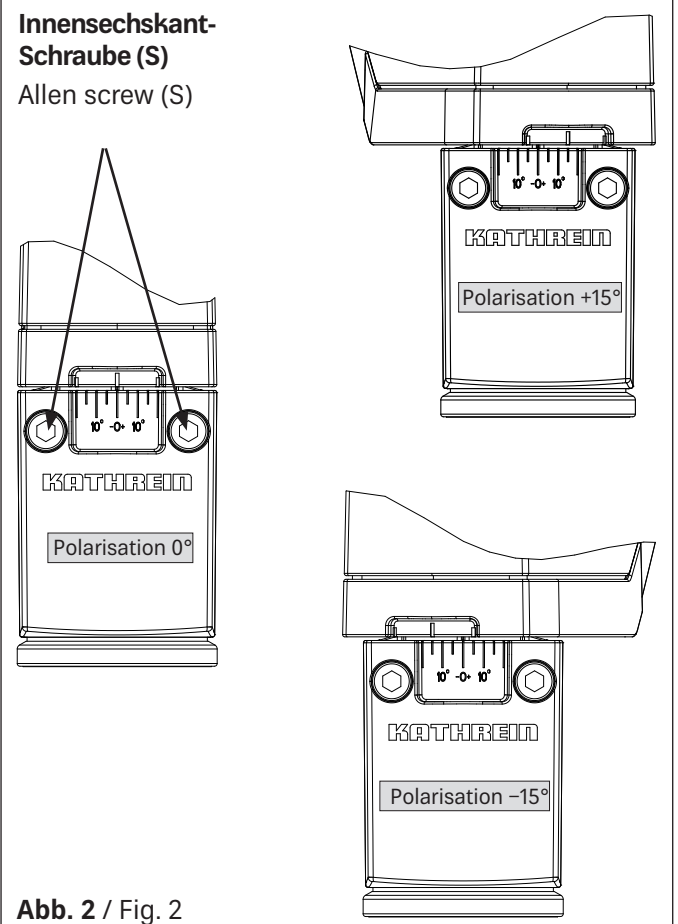

Abb. 2 / Fig. 2
### Polarisations-Voreinstellung (Abb. 2)
1. Beide Innensechskant-Schrauben (S) lockern.
2. Durch Drehen des Speisesystems die Referenzmarke auf den Wert lt. Polarisations-Voreinstellungstabelle einstellen (siehe Abb. 2)
3. Die Innensechskant-Schrauben (S) gleichmäßig im Wechsel festziehen. Anzugsdrehmoment: Max. 4,5 Nm
### Setting the polarisation (Fig. 2)
1. Loosen both Allen screws (S).
2. Turn the feed system to set the reference mark to the value given in the polarisation pre-setting table. (see fig. 2)
3. Tighten the Allen screws (S) evenly, alternating between both. Torque: max. 4.5 Nm